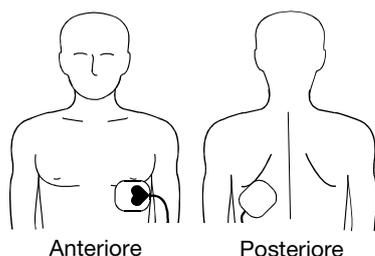

Figura 3-1 Posizionamento antero-posteriore
- 1 Posizionare l'elettrodo terapeutico ♥ o + sopra il precordio sinistro come illustrato nella Figura 3-1. Il bordo superiore dell'elettrodo dovrebbe trovarsi sotto il capezzolo. Evitare di posizionare l'elettrodo sopra al capezzolo, sul diaframma o sulla protuberanza ossea dello sterno, se possibile.
- 2 Posizionare l'altro elettrodo dietro il cuore nell'area intrascapolare come illustrato nella Figura 3-1. Per aumentare il comfort del paziente, allontanare il collegamento dei cavi dalla spina dorsale. Non posizionare l'elettrodo sopra le protuberanze ossee della spina dorsale o della scapola.